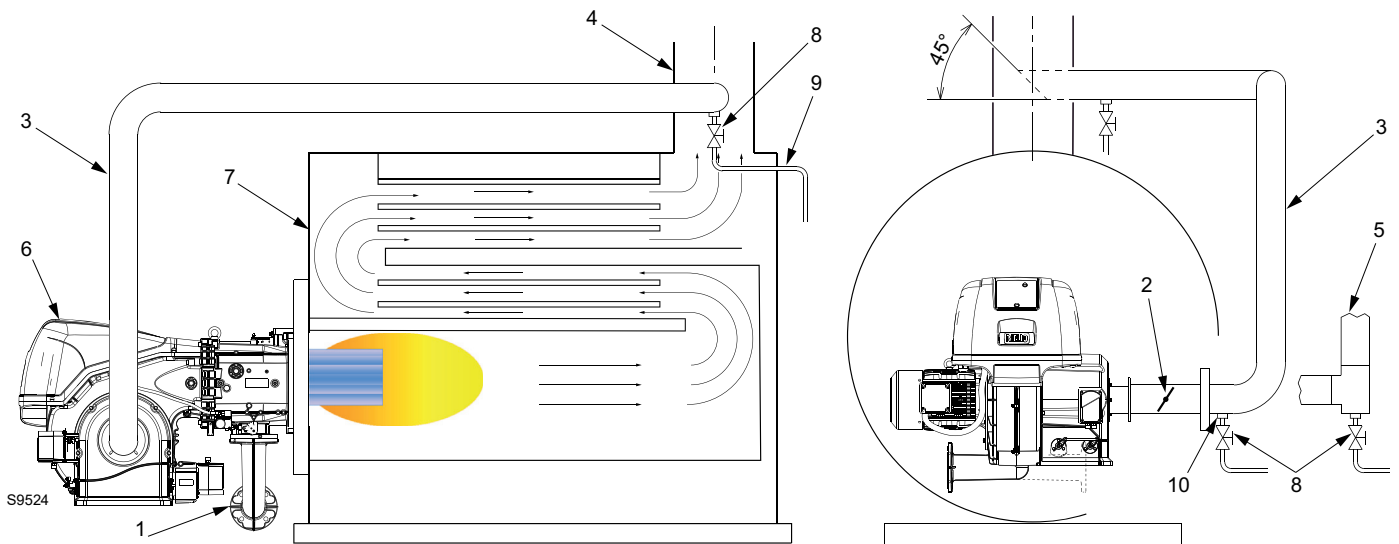

Fig. 18
- Normalement, le conduit doit être raccordé à la cheminée comme indiqué sur Fig. 18, en formant un angle de 45° orienté vers l'écoulement des fumées et avec le centre de l'angle situé au centre de la cheminée. Le conduit peut également être raccordé à la chambre de fumée, mais il faut toujours maintenir le même angle de 45° orienté vers l'écoulement des fumées et avec le centre de l'angle situé au centre de la cheminée.
Légende (Fig. 18)